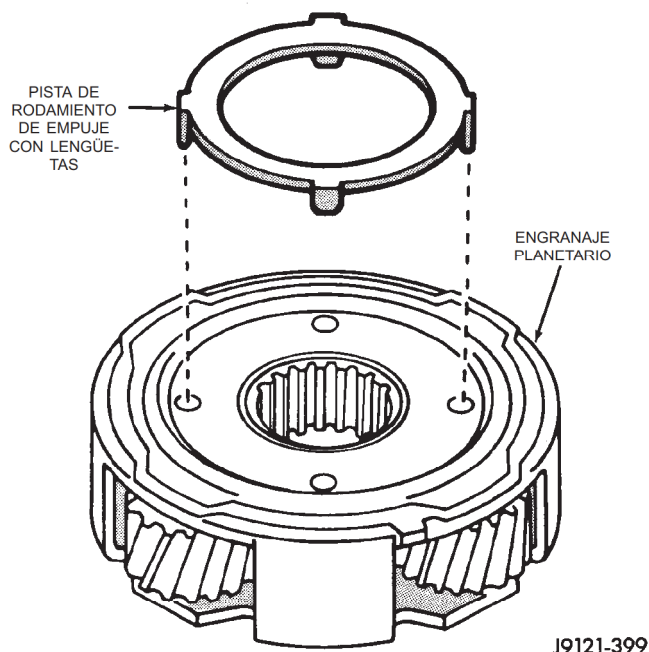

Fig. 258 Instalación de la pista de rodamiento de empuje del planetario delantero
- (4) Gire el planetario e instale la pista de rodamiento de empuje (Fig. 258).